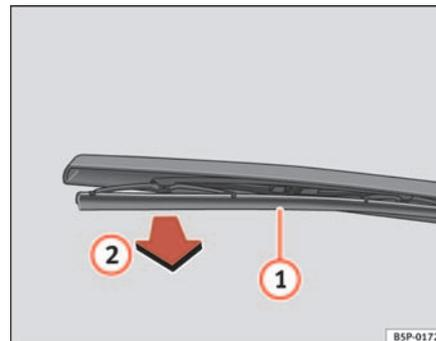

Fig. 160 Remplacement du balai d'essuie-glace arrière
- Déposez le bras de l'essuie-glace arrière de la lunette arrière ⇒ fig. 160.
- Déboîtez le balai (1) et tirez dessus (2) ⇒ fig. 160.